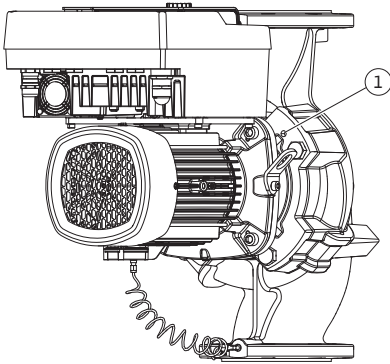

Fig. 11: 通过螺纹孔压出电机叶轮组
对于Fig. II和Fig. III中的水泵类型（DN 100 ... DN 125），使用两个螺纹孔（Fig. 11，位置1）。此时，请使用安装方提供的螺钉（如M10 x 25 mm）。
5. 将电机叶轮组 (参见Fig. 4) 从水泵壳体中压出。为此，使用两个螺钉孔 (参见 Fig. 11)。为了松开底座，将适当长度的螺钉M10旋入螺纹孔。